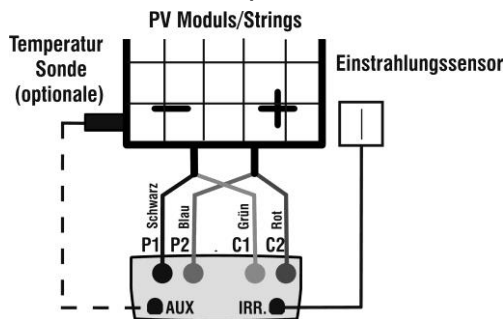

Abb. 7a: Anschluss des Messgeräts am PV Modul
20. Wie in Abb. 7a illustriert, schließen Sie das Messgerät an das PV Modul oder an den String an. Beachten Sie, dass der Minuspol des PV Moduls oder des Strings an den P1, C1 Messgeräte-Eingängen und deren Pluspol an den P2, C2 Eingängen angeschlossen werden muss. Im aktivierten **Auto** Modus wird das optionale Zubehör KITKELVIN empfohlen